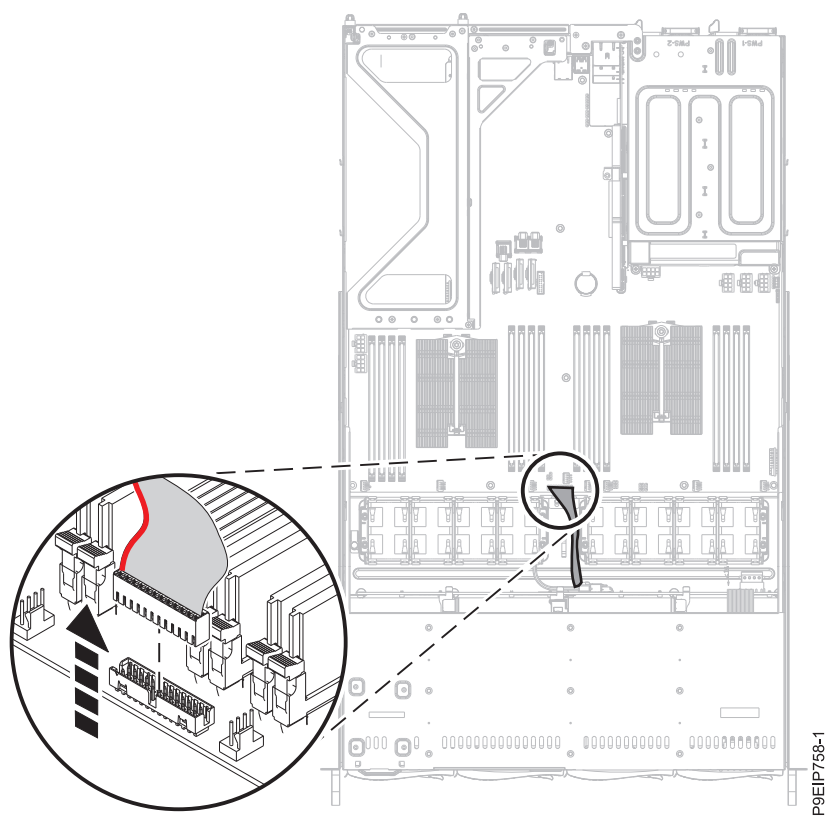

Figure 36. Retrait du câble du panneau de commande
8. Retirez le câble du panneau de commande du fond de panier système, comme indiqué dans la figure 36, à la page 39.